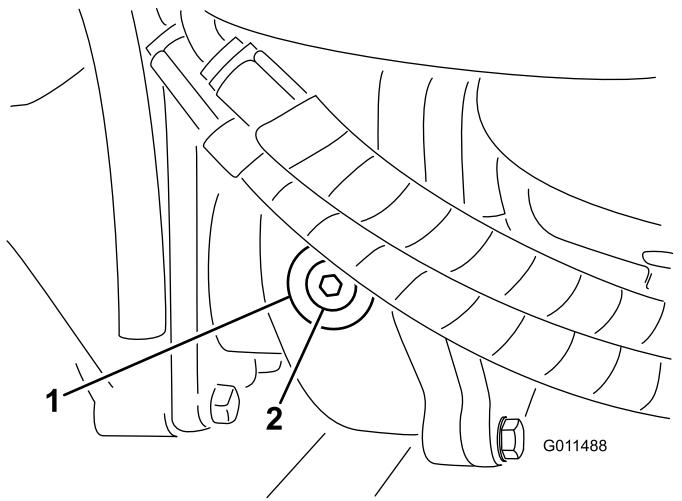

图 70
- 从齿轮箱的左侧取出检查/注油塞 **图 70** 确保润滑剂向上直至孔的底部。如果润滑剂过少请添加足够的润滑剂直至液位达到孔的底部。